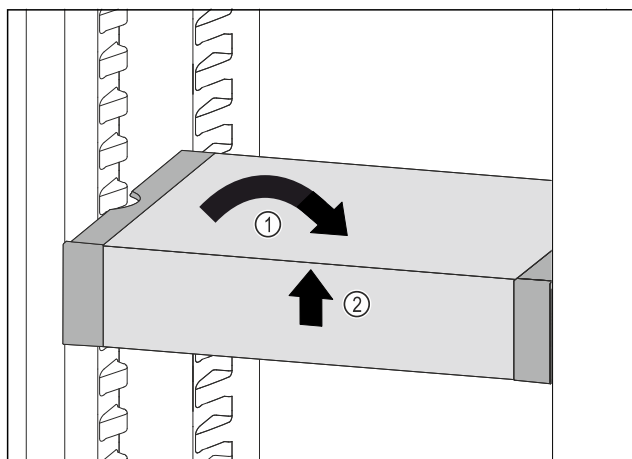

Fig. 191
- Ispravite VarioSafe. Fig. 191 (1)
- Podignite sprijeda VarioSafe. Fig. 191 (2)